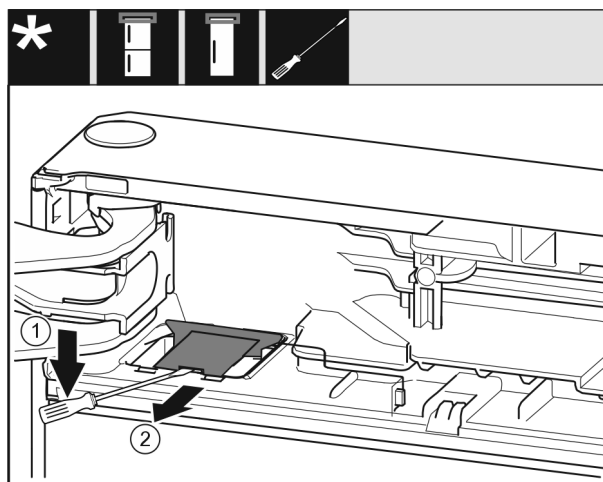

Fig. 10
- ▶ Wyczepić osłonę Fig. 10 (1) śrubokrętem.
- ▶ Wyjąć osłonę Fig. 10 (2).